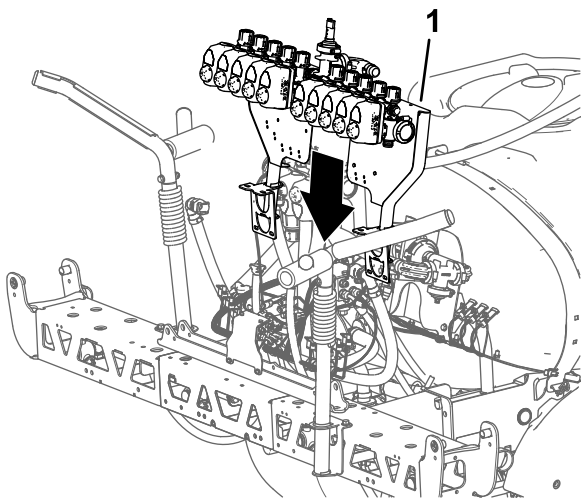

Bild 109
1. Verwenden Sie eine Hebevorrichtung mit der angegebenen Kapazität, heben Sie die Ventilbefestigung und das Sprühventil an und fluchten sie über dem mittleren Auslegerabschnitt aus (Bild 109).